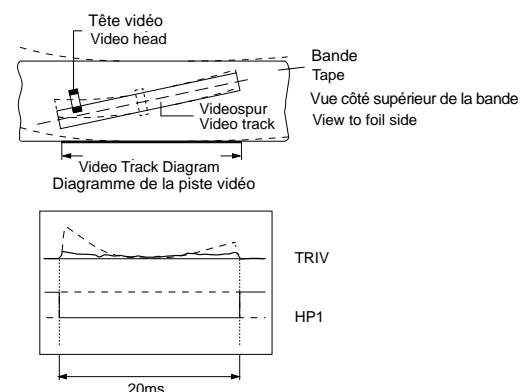

Fig. 24
- Réglage: En ajustant le guide-bande de chargement gauche et droit (Pos. 23 et Pos. 26) à l'aide du tournevis de réglage, régler le signal de suivi de piste "TRIV" de façon à le rendre aussi plat que possible avec l'amplitude la plus forte (Fig. 24).
- Adjustment: With the adjustment screw driver set the reverse roller of the left and right threading roller units (Pos. 23 and Pos. 26) to make the tracking signal "TRIV" as straight and flat as possible (Fig. 24).